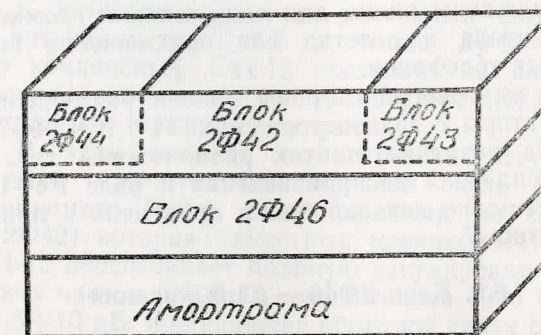

Рис. 5. Схема расположения блоков
7.3. Схема расположения блоков магнитофона дана на рис. 5. Все блоки конструктивно объединены в одно целое при помощи верхнего корпуса, нижнего корпуса и амортизационной рамы магнитофона.